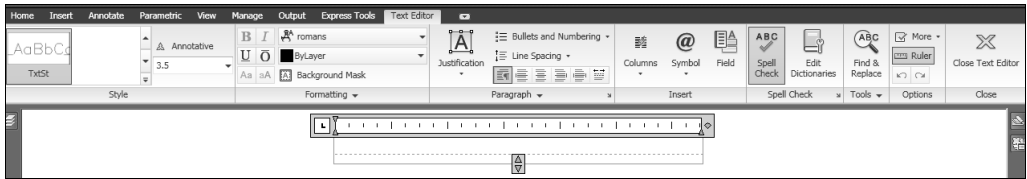

Рис. 11.10. Область ввода текста и панели инструментов на ленте **RIBBON**
Рассмотрим основные особенности окна редактора многострочного текста (рис. 11.10), которое появляется после указания координаты второго угла прямоугольной области для ввода текста.
На ленте **RIBBON** (ЛЕНТА) появляется новая вкладка **Text Editor** (Текстовый редактор) со следующими панелями инструментов (рис. 11.10):
4. Появится окно для ввода текста с линейкой в его верхней части (см. рис. 11.10).
5. В окне раскрывающегося списка **Text height** (Высота текста) на панели инструментов **Style** (Стиль) (см. рис. 11.10) ленты введите высоту текста, равную 4.